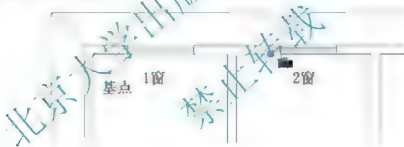

图 2.72 靠基点定位复制门窗
(1) 单击【修改】工具栏上的【复制】图标  或在命令行输入“Co”并按 Enter 键，启动【复制】命令。
(2) 在选择对象：提示下，选择上面绘制的 1 窗作为被复制的对象，并按 Enter 键进入下一步命令。
(3) 在指定基点或 [位移(D)] <位移>：提示下，捕捉 1 窗洞口的左下角点作为复制基点。
(4) 在指定基点或 [位移(D)] <位移>：指定第二个点或 <使用第一个点作为位移>：提示下，捕捉 2 窗洞口的左下角点，如图 2.72 所示。
(5) 按 Enter 键结束命令。